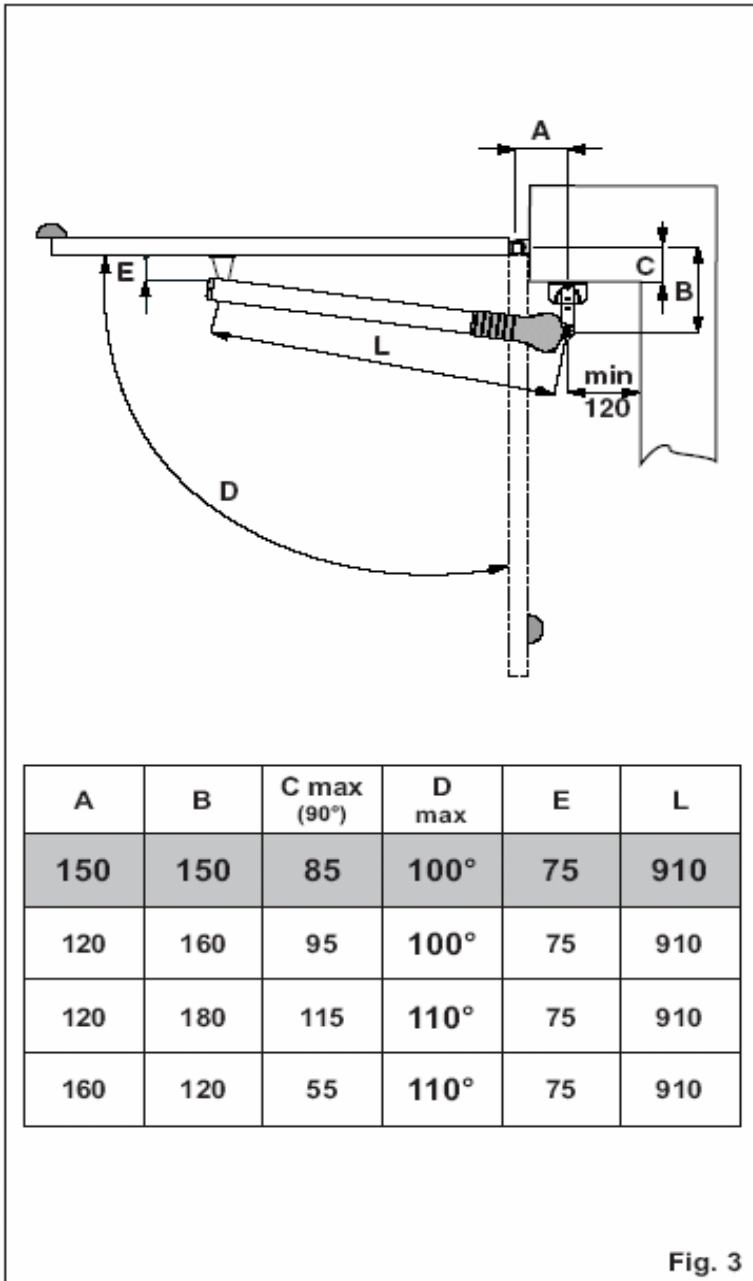

Fig. 3
### 2.2 Odniesienia do motoreduktora (rys.3)
- Sprawdzić czy wymiary instalacyjne są zgodne z tabelą (rys. 3)